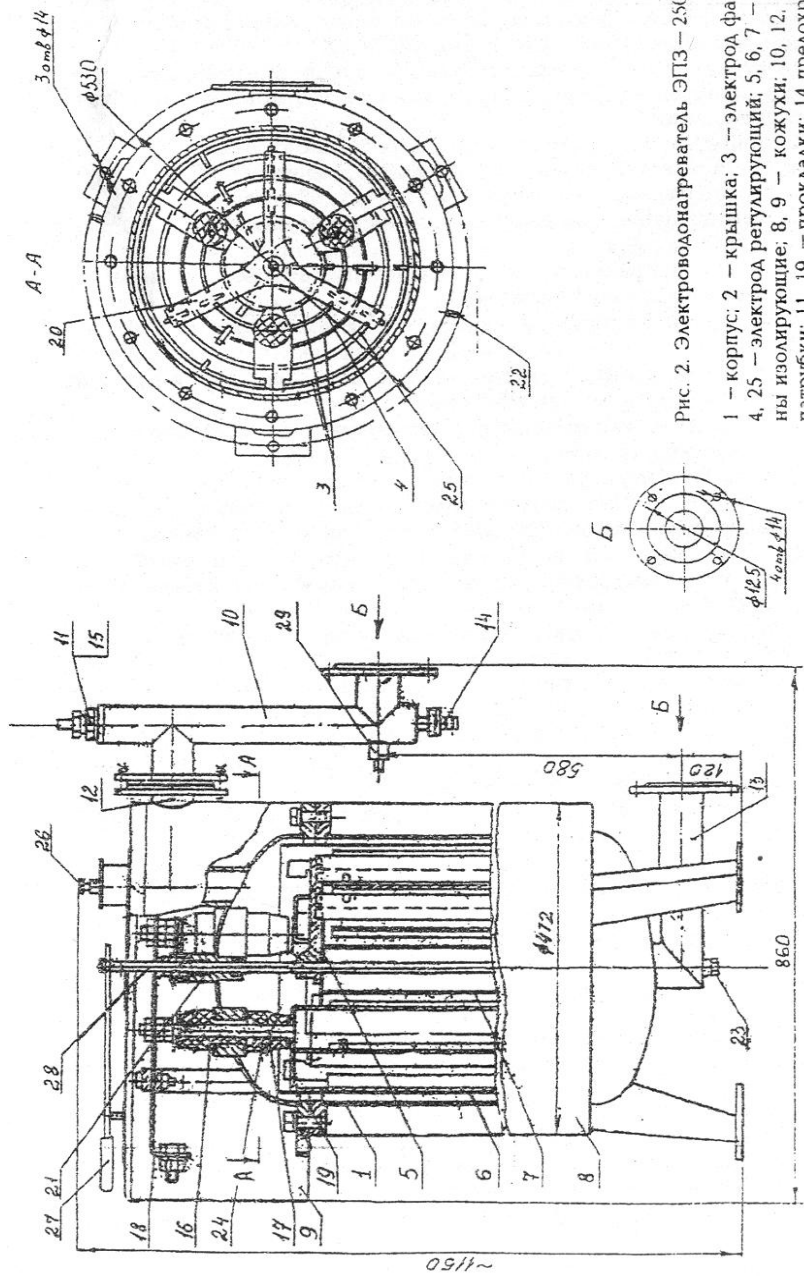

Рис. 2. Электродогреватель ЭПЗ — 250 112
Электроводонагреватель (рис. 2) состоит из следующих основных узлов:
Перед каждым отопительным сезоном должен быть проведен профилактический осмотр водонагревателя в следующей последовательности (см. рис. 2):
- 10.5. Снимите электроизоляционный экран (6), отверните гайки со шпилек электродов, снимите проходные изоляторы с резиновыми уплотнителями. Снимите нижнюю траверсу, выньте экран (5), рис. 2.